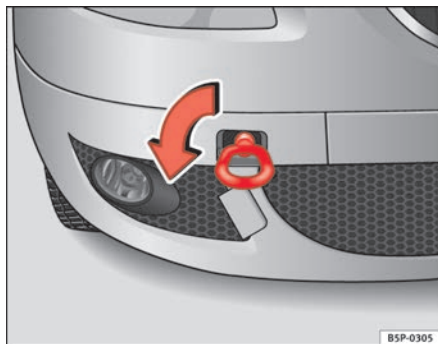
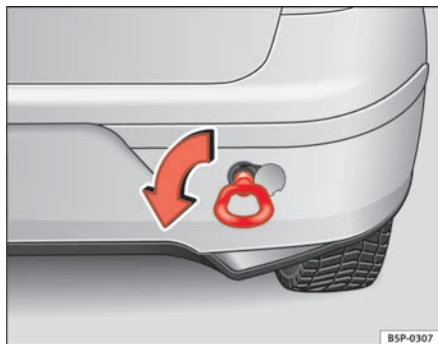

Fig. 203 Lato anteriore destro del veicolo: montaggio del gancio di traino anteriore
Fig. 204 Lato posteriore del veicolo: montaggio del gancio di traino
- Avvitare il gancio fino in fondo verso *sinistra* nel senso indicato dalla freccia o nel foro della parte anteriore ⇒ **fig. 203** o in quello della parte posteriore ⇒ **fig. 204**. ■